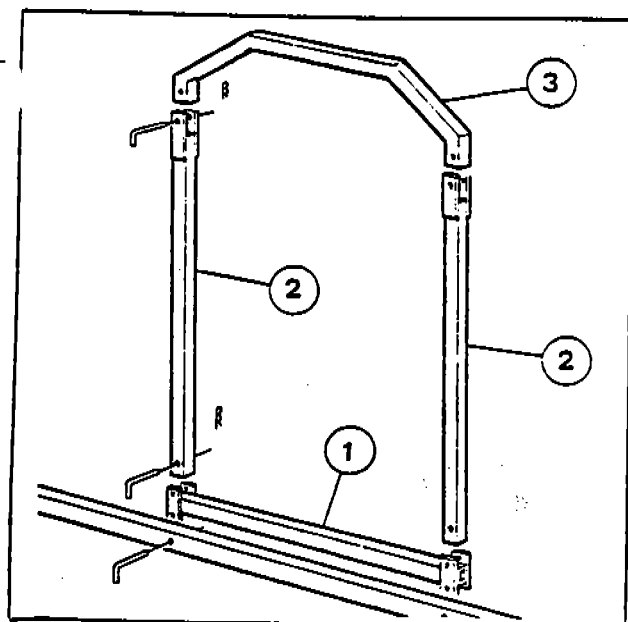

Fig. 22
b) For the bridge structure (Fig. 22):
1) Insert the horizontal support (1) and stop it with pins and safety clips.
2) Insert the columns (2) on the support (1) and secure them with pins and clips.
3) Insert the upper rail support (3) on the columns (2) and secure it with pins and safety clips.
b) Per le gambe con doppio percorso galleria (Fig. 22), controllando sempre le sigle riportate sulle estremità, procedere come sotto-descritto.
1) Inserire il traverso/gamba (1) e fermarlo in posizione con relative spine e copiglie.
2) Inserire le prolunghe (2) sulla traversa/gamba (1) e fermarla in posizione con relative spine e copiglie.
3) Inserire la traversa superiore (3) nelle prolunghe (2) e fermarla in posizione con relative spine copiglie.